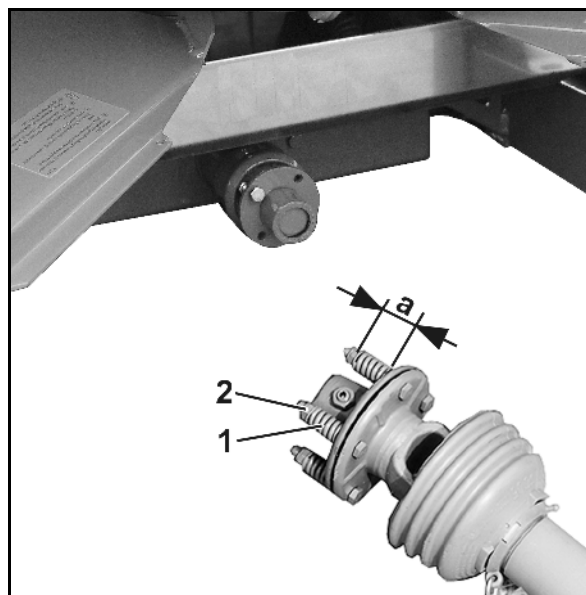

图 97
2. 在万向传动轴 (图 97/2) 的连接叉 (图 97/3) 松脱润滑喷嘴 (图 97/1)。
3. 在万向传动轴的叉法兰和齿轮箱输入轴的法兰之间卸除抗剪螺栓 (图 97/4)。